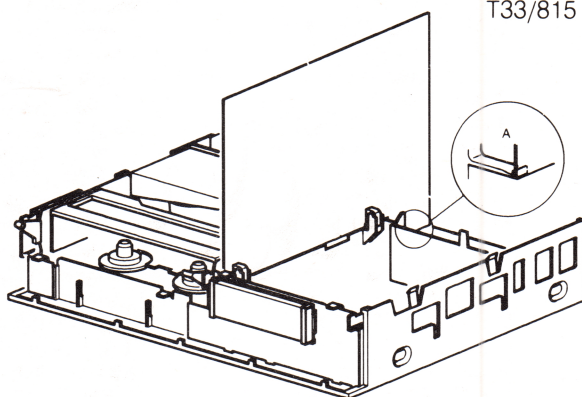

Fig. 2-8
- P93- ('family board') in servicepositie plaatsen (zie fig. 2.8); de printplaat is aan de boven- en aan de onderzijde bereikbaar.
- De servicepositie van JFB is te ontgrendelen door strip A naar beneden te duwen en JFB naar links te bewegen (zie fig. 2-8).